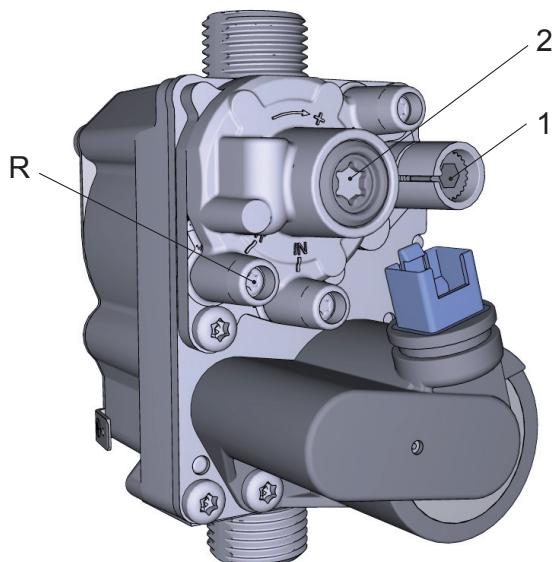

Figure 24
- si les valeurs sont différentes des valeurs indiquées, la teneur en CO₂ doit être régulée ; tournez les vis de paramétrage de la valeur maximale (1 - fig. 24) afin de paramétrier la teneur en CO₂ sur les valeurs indiquées ;
- si les valeurs de la teneur en CO₂ sont différentes de celles indiquées, la vis OFFSET (DÉCALAGE) (2 - fig. 24) doit être réglée et vous devez vérifier si la teneur en CO₂ est correcte :
- de -9 à -13 Pa avec le manomètre différentiel, au point de prise de pression (R - fig. 24)